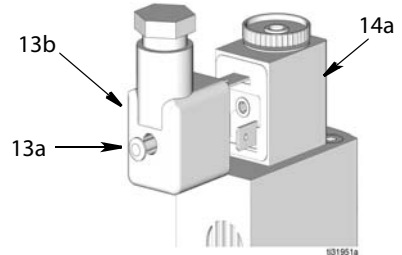

Рис. 25
4. Ослабьте винт (13a) с задней стороны разъема mini DIN соленооида (14a) и отсоедините его от разъема соленооида (14a) (Рис. 25).